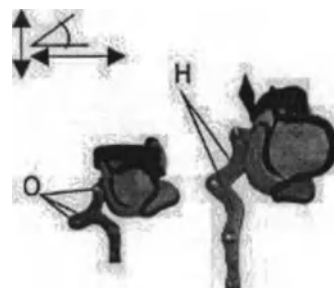

Рис. 110
Подголовник многопозиционный (при наличии) имеет дополнительный способ регулировки по высоте - см. пункт ниже и рис. 110
12) Регулировка подголовника (при наличии) по глубине и углу наклона (рис.110, 111)
Регулировка подголовника многопозиционного (при наличии) по высоте, глубине и углу наклона осуществляется за счет изменения положения пластин (Н). Для этого необходимо ослабить винты (О), потянуть пластины вверх-вниз, и/или вперед-назад. Выбранное положение зафиксировать, закрутив винты (О) шестигранником. (рис.110)